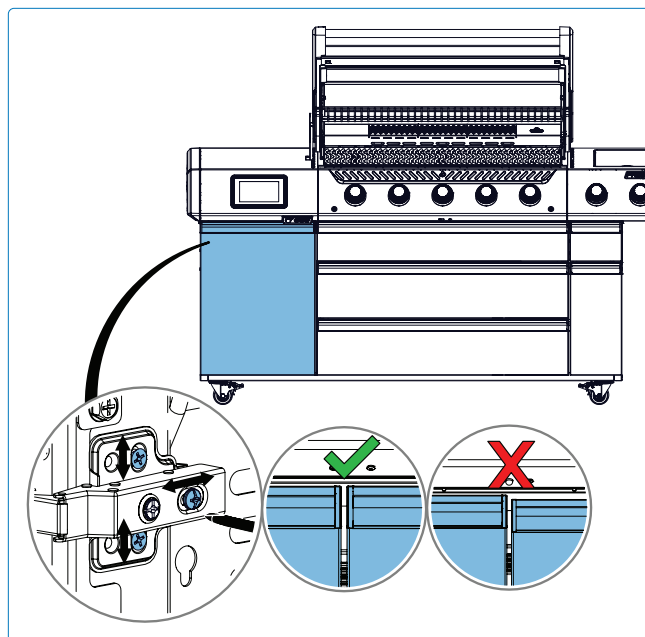

Fig. 21
1. Ubique el soporte de ajuste en la parte superior de la puerta (**Fig. 21**).
4. Ajuste los tornillos de las bisagras para alinear las puertas del gabinete de modo que queden niveladas entre sí (**Fig 21**).